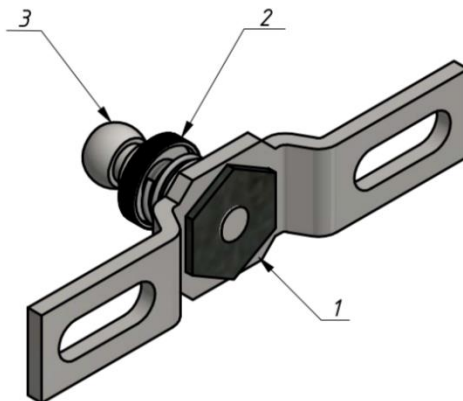

Рис. 33. Регулировка ригеля Promix-AD.DB.12
1. Зафиксировать ключом опору ригеля поз.1 (см. рис. 33).